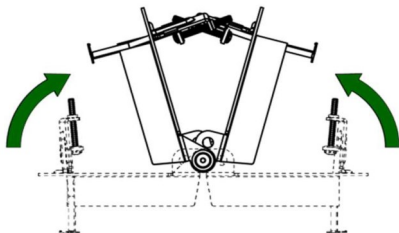
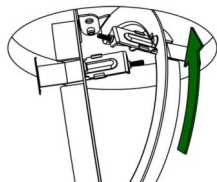

Fig. 3
Fig. 4
2. Repliez l'anneau de montage en deux (Fig. 3) et insérez-le dans l'ouverture du plafond (Fig. 4).